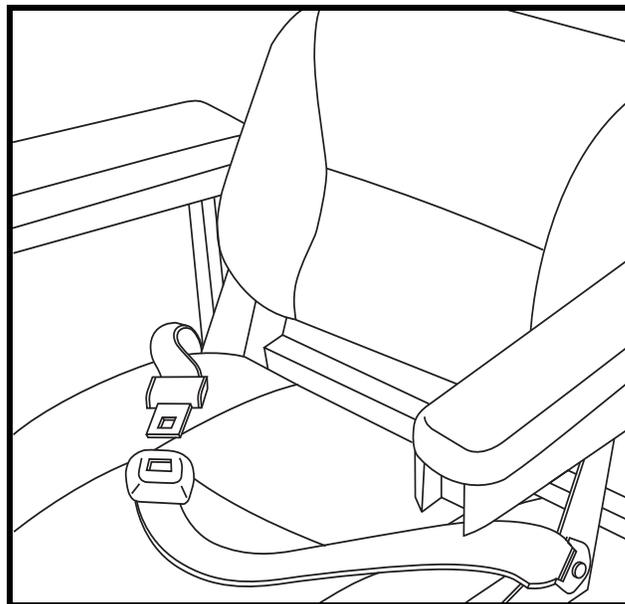

Figure 15. Ceinture de positionnement
Votre fauteuil motorisé peut être équipé d'une ceinture de positionnement réglable pour un meilleur confort. **Voir la figure 15.** La ceinture de positionnement, réglable, a été conçue pour soutenir et empêcher tout glissement vers le bas ou vers l'avant une fois assis. La ceinture de positionnement n'a pas été conçue pour être utilisée comme ceinture de sécurité.
1. Prenez place sur le siège, insérez la patte métallique d'un côté dans le boîtier de la boucle du côté opposé jusqu'à ce que le «clic» se fasse entendre. **Voir la figure 15.**